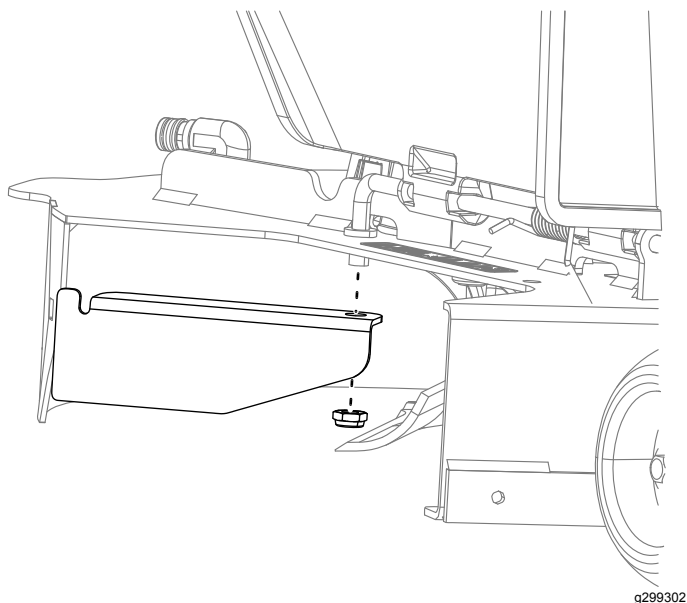

Figura 19
2. Montate il nuovo deflettore piccolo sul piatto di taglio nella stessa posizione sul piatto di taglio del deflettore rimosso in precedenza (Figura 19).